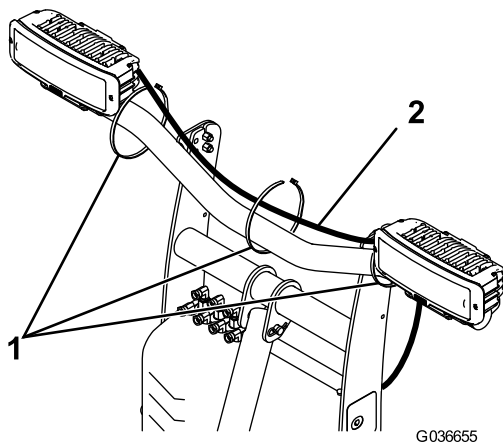

Figure 13
6. Insérez les connecteurs de phare sur le faisceau de câblage à l'arrière du boîtier du phare (Figure 13). Le câble court se branche au phare gauche et le câble long au phare droit.
7. Attachez le faisceau de câblage à la barre d'éclairage avec 3 serre-câbles, comme montré à la Figure 13.